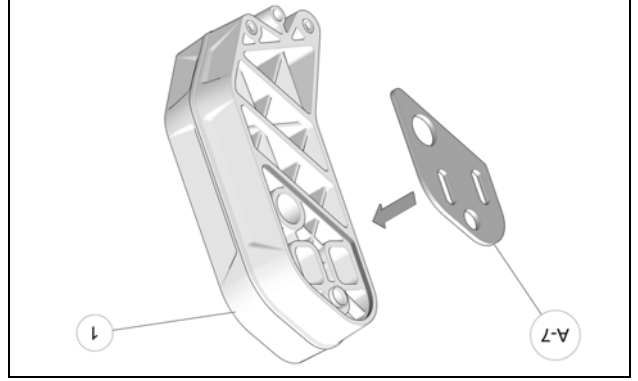

Figure 1
- Installer une des deux plaques latérales (A-7) au côté droit du support de ski (1). Voir la Figure 1.